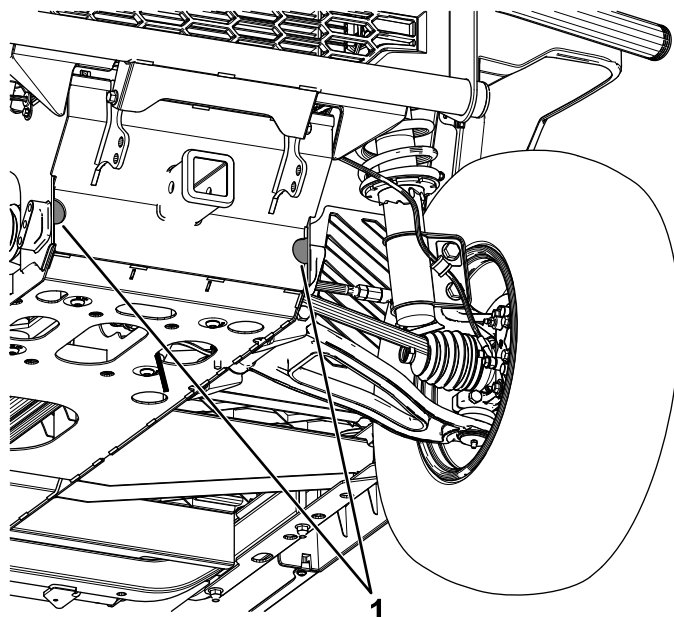
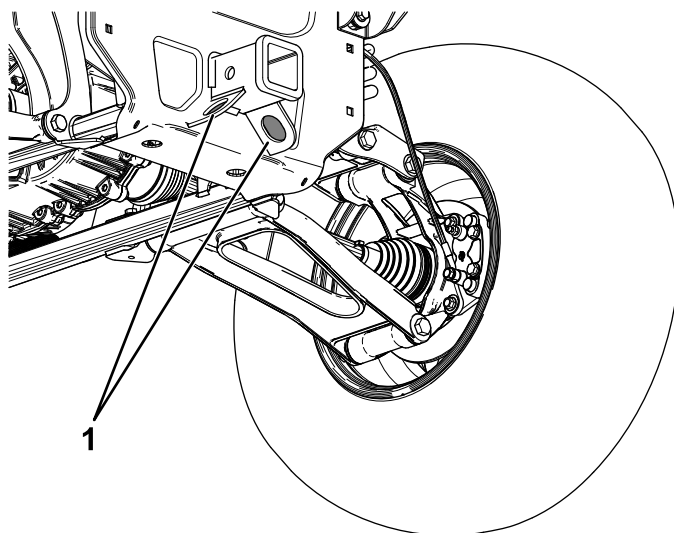

Figura 49
Figura 50
Vedere Figura 49 e Figura 50 per conoscere la posizione dei punti di attacco sulla macchina.
1. Fissate una fune di traino al timone sulla parte anteriore del telaio della macchina (Figura 49).